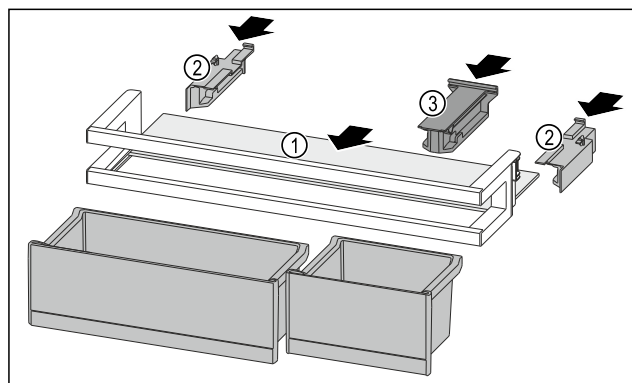

Fig. 233
- Odlagalno polico Fig. 233 (1) vstavite v stranske vdolbine.
- Vstavite stranske dele Fig. 233 (2).
- Vstavite držalni del Fig. 233 (3).